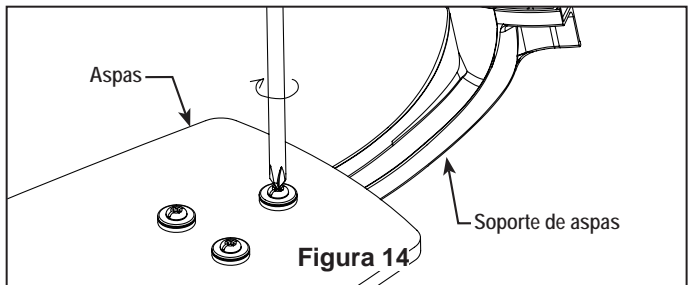

Figura 14
2. Coloque las aspas sobre sus soportes con los postes roscados que se muestran. Asegúrese de que el borde inferior del asa esté completamente asentado sobre el brazo del asa. Con un destornillador Phillips, ajuste los tornillos con cabeza de arandela de 3/16-24 x 7,5 mm junto con las phillips de plano para asegurar las aspas a los brazos del asa. (Figura. 14)